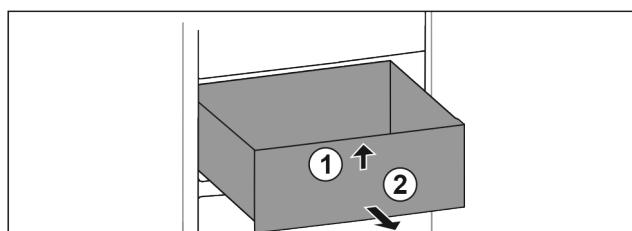

Fig. 89
- Приподнимите выдвижной ящик спереди. Fig. 89 (1)
- Извлеките выдвижной ящик движением вперед. Fig. 89 (2)